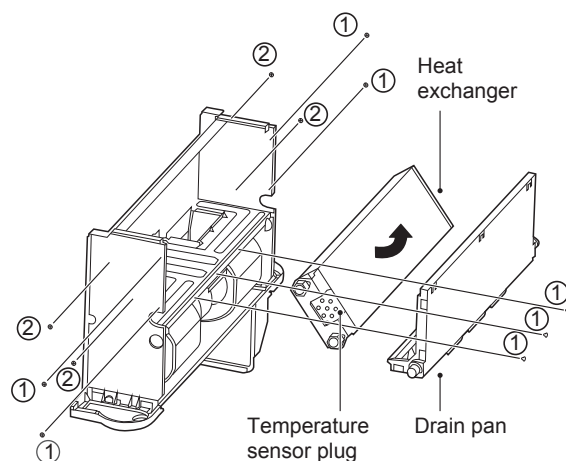
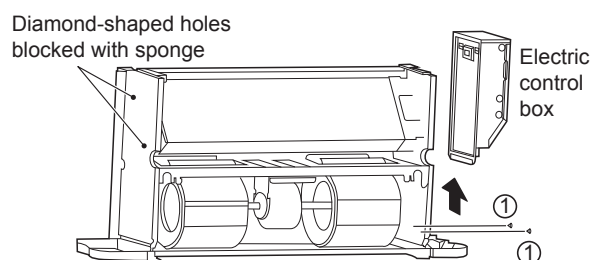

Figura 5-18
Figura 5-19 Desmontaje de la caja de control eléctrico y taponamiento de los orificios con forma de rombo
Como se muestra en la Figura 5-18, quite los tornillos ① \*7 para poder sacar la bandeja de drenaje.
Gire la unidad en la dirección que se muestra en la Figura 5-18. Como se muestra en la Figura 5-19, quite los tornillos ① \*2 para poder sacar la caja eléctrica.
Como se muestra en la Figura 5-19, tapone los orificios con forma de rombo de la placa lateral (la placa sin tubos de entrada ni de salida) con una esponja.